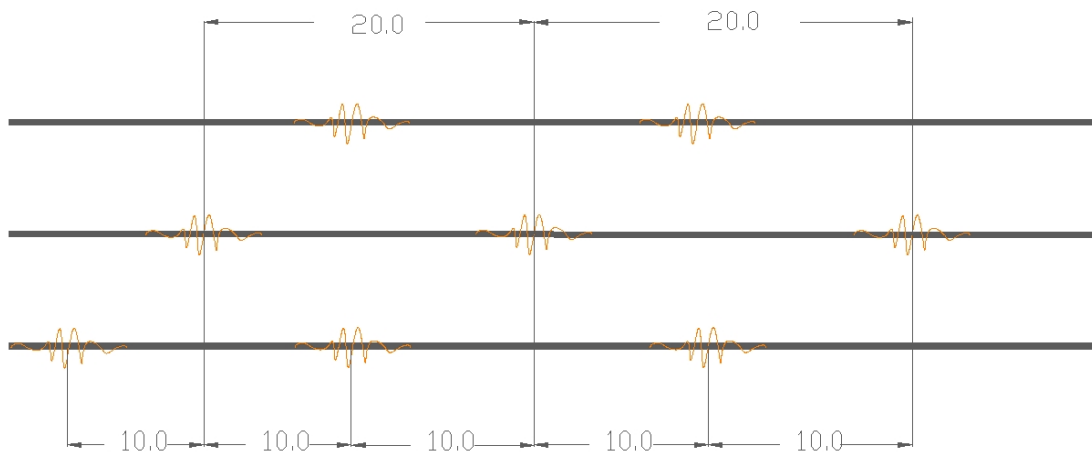

Figura 5.16. Ejemplo de salvapájaros en conductores de fase.
- Distancia entre espirales conductor de fase. El reglamento (R.D 1432/2008) exige una distancia mínima de 20 metros entre espirales que el programa trae por defecto y que podemos disminuir si así lo consideramos. Hay que tener en cuenta que el efecto visual resultante es tal que si miramos a los conductores, perpendicularmente al sentido de la línea, debemos de apreciar un salvapájaros cada 10 m. en el total de los conductores (Figura 5.16).